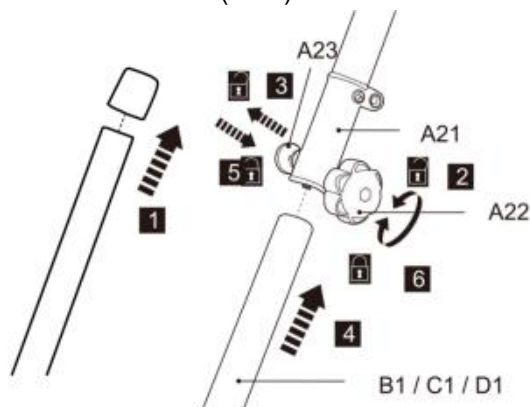

Fig. 3
37. Ta bort det förmonterade skyddslocket från den nedre stolpen (B1/C1/D1) (Fig.3, steg 1) .
38. Lossa låsknappen (A 22) , men ta inte bort e helt (Fig.3 , steg 2).
39. Rikta in och för in den nedre stolpen (B 1/C 1/D 1) i låshylsan (A 21) , samtidigt som du drar i fjädern bult (A 23) (Fig. 3 , steg 3 och 4) .
40. Vrid den nedre stången lätt för att passa in hålet med fjädern bult (A23) . Släpp fjädern bult efteråt för att säkra den nedre stången på plats. Säkerställ fjädern bulten snäpper i hålet (Fig.3 , steg 5) .
6. Dra åt låsvredet (A 22) för att säkra anslutningen (Fig.3, steg 6) .